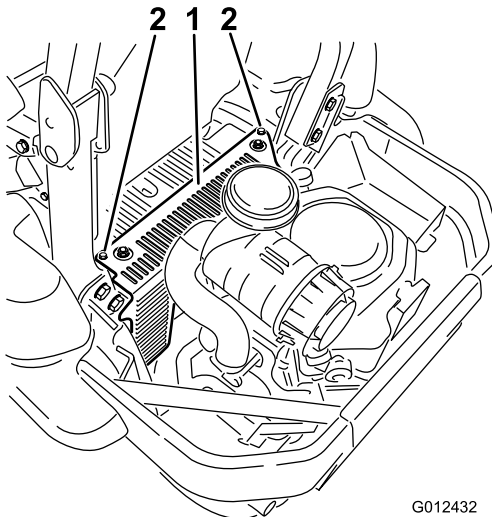

Bild 53
3. Entfernen Sie die zwei Schrauben, mit denen die Haube der Hydraulikanlage befestigt ist (Bild 53). Jetzt ist die vordere Zündkerze zugänglich.
Setzen Sie die Haube der Hydraulikanlage auf (Bild 53).